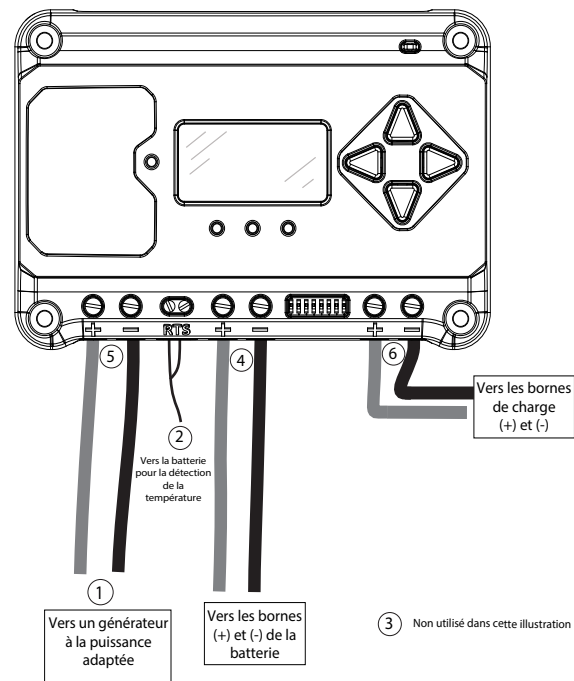

Figure 3-2. Raccordement de l'EcoPulse
**VEUILLEZ VOUS REPORTER À LA FIGURE 3.2 EN APPLIQUANT LES INSTRUCTIONS DE RACCORDEMENT SUIVANTES**